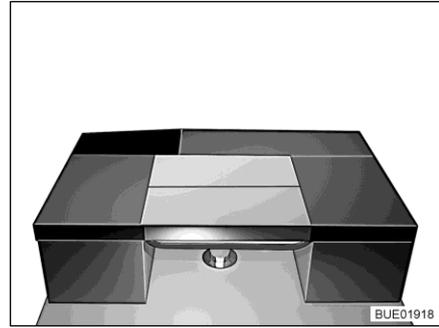

Bild 169 Nach dem Umbau
- Das Rückenpolster der Sitzbank quer auf den Tisch legen (siehe Bild 169).